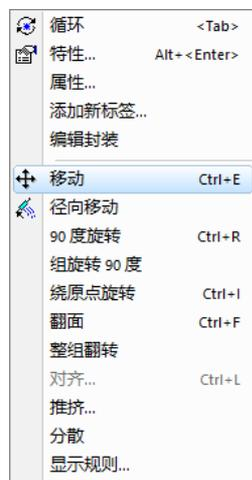

图 10-17 菜单(元器件编辑)
(1) 单击鼠标左键, 拖动元器件使之附着在光标上, 或者先单击鼠标左键选中元器件/元器件组再单击鼠标右键, 弹出如图 10-17 所示的右键快捷菜单, 选择“移动”命令。也可以单击选中元器件/元器件组后, 使用快捷键<Ctrl+E>进行移动操作。